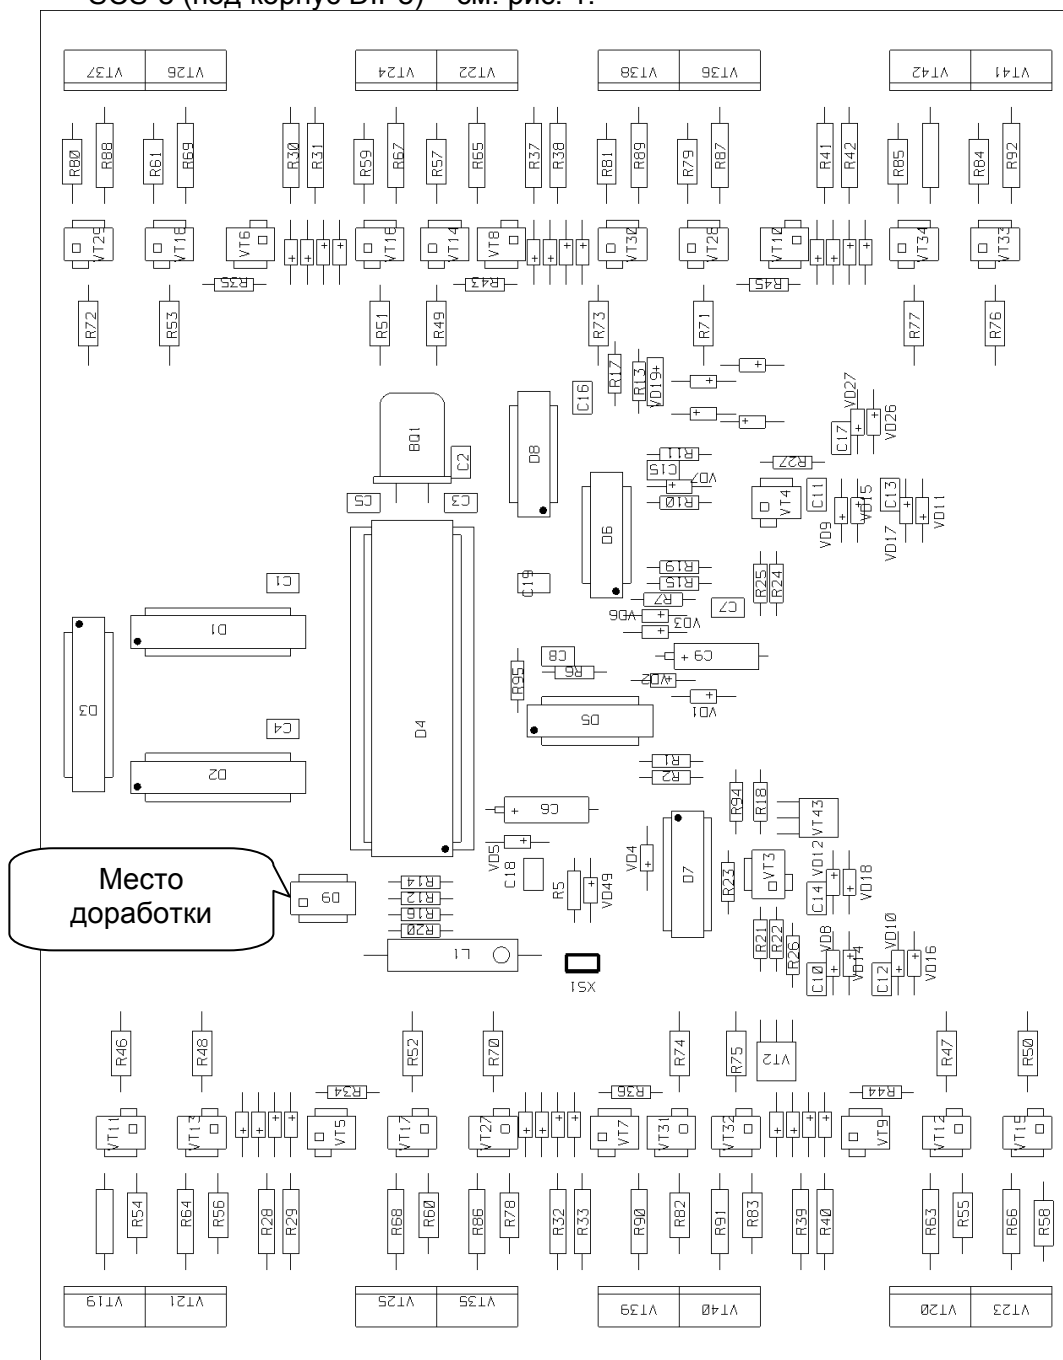

Рисунок 1. Плата КДУ-1М. Вид со стороны элементов.
- 1) Соблюдая ориентацию, установите в посадочное место на плате контроллера сокет SCS-8 (под корпус DIP8) – см. рис. 1.